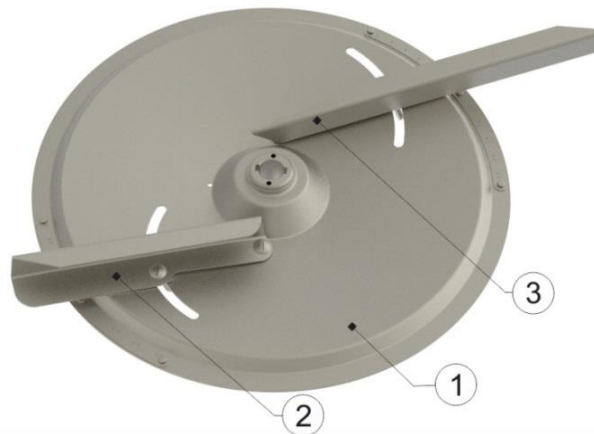

Рис. 8
2.4.5. Розподільчий диск відцентрового типу (Рис. 8 поз. 1) призначений для розсіву добрив по поверхні ґрунту. По напрямку руху розрізняють лівий розподільний диск з маркуванням (1) та правий з маркуванням (2). На дисках розташовані лопатки. (Рис. 8 поз. 2, 3).